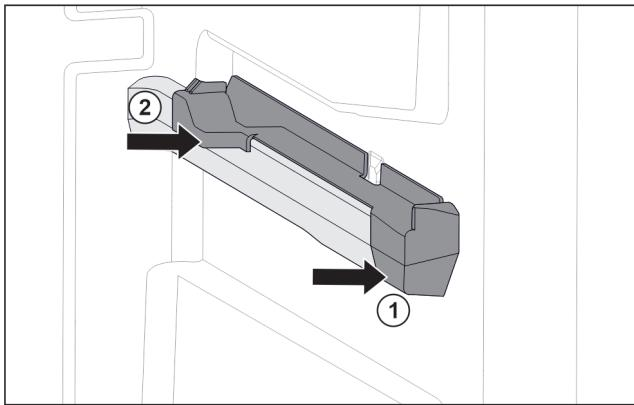

Fig. 148 Násuvný diel na pravom rebre nádoby
- Nasadte násuvný diel vpred na rebro nádoby. Fig. 148 (1)
- Pritlačte násuvný diel vzadu. Fig. 148 (2)